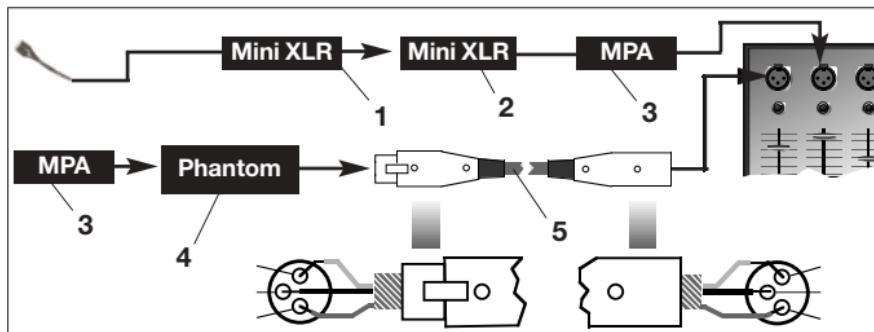

Fig. 4: Esquema de conexão com MPA III L
Veja fig. 4.
Veja fig. 4. O conector (1) é travado automaticamente.